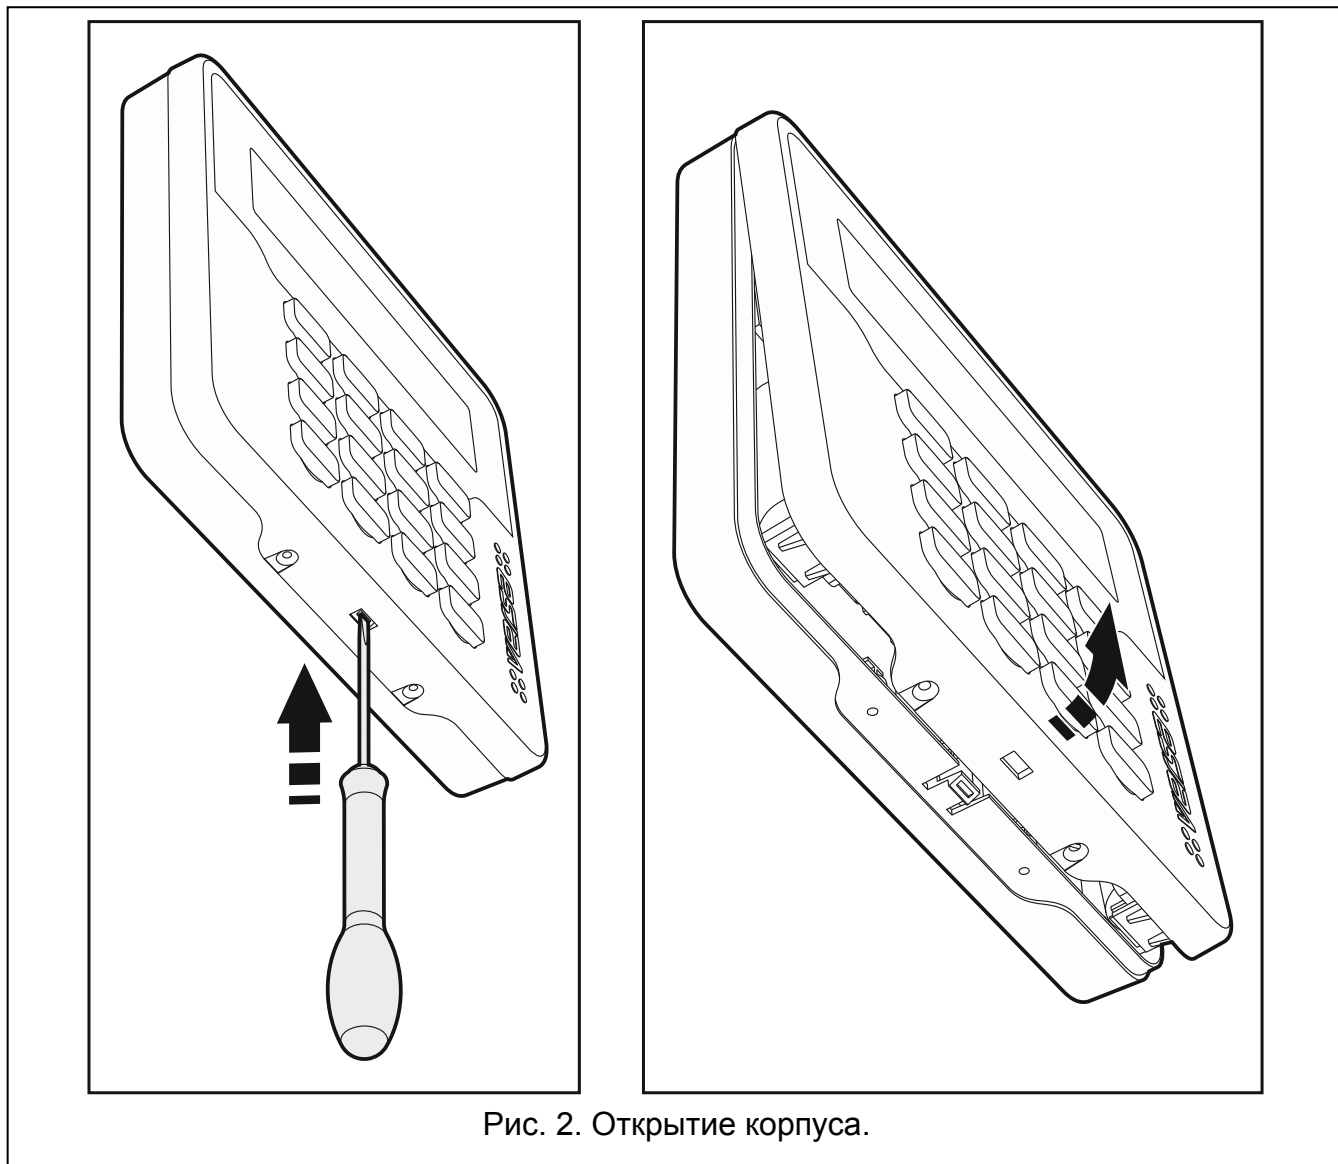

Рис. 2. Открытие корпуса.
1. Откройте корпус клавиатуры (рис. 2).
6. Откройте корпус клавиатуры (рис. 2).